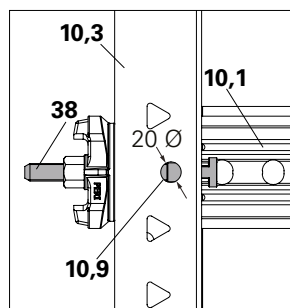

Fig. A4.09a
1. Montare il connettore angolare HSA DW 15 (38) attraverso il foro (10.9) del telaio HSA (10) nel profilo di ancoraggio (10.1) dell'altro telaio HSA (10).
2. Disporre la contropiastra dado ad alette DW 15 (30) all'altra estremità e martellarla per assicurare il serraggio perfetto con il profilo di ancoraggio (10.1).
Una volta in posizione, non deve esserci spazio libero tra il connettore angolare HSA DW 15 (38) e la cornice del telaio (10.3). (Fig. A4.09a)